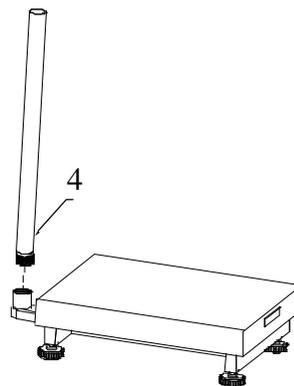

Рисунок 8
б) протягнути кабель вантажоприймальної платформи через отвір стійки (4). Установити стійку в напрямку та зафіксувати її за допомогою трьох гвинтів (дивись рисунок 8);